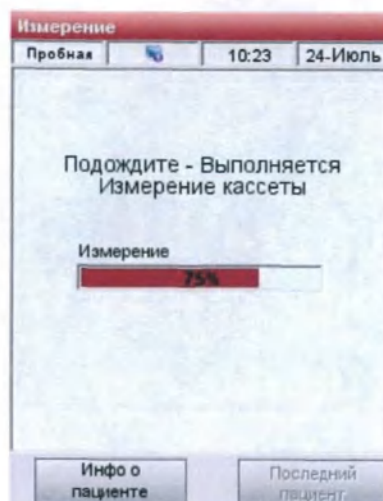

Рис.5-22 Информация о пациенте
- Затем образец будет аспирирован и измерен (Рис.5-22).
19. Вы можете снова ввести информацию о пациенте во время измерения, нажав <Инфо. о пациенте> (Рис.5-22). Пожалуйста, следуйте инструкциям по вводу данных пациента, описанным в шаге 12